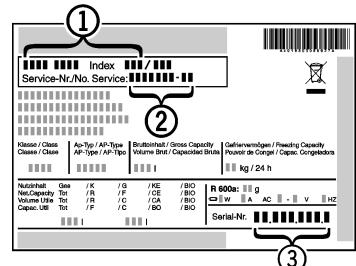

Fig. 6
- Gerätbezeichnung Fig. 6 (1), Service-Nr. Fig. 6 (2) und Serial-Nr. Fig. 6 (3) vom Typenschild ablese. Das Typenschild befindet sich an der linken Geräteinnenseite.
- Den Kundendienst benachrichtigen und den Fehler, Gerätbezeichnung Fig. 6 (1), Service-Nr. Fig. 6 (2) und Serial-Nr. Fig. 6 (3) mitteilen.